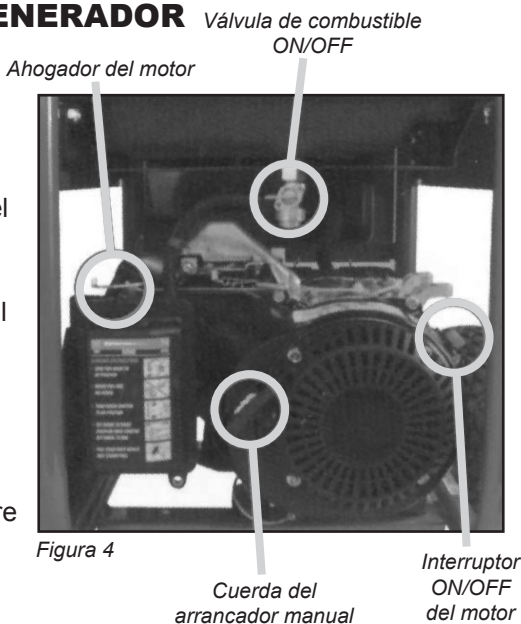

Figura 4
- (a) Coloque la válvula para combustible en la posición ON (encendido) (ver Figura 4).
- (b) Mueva la palanca de control del ahogador totalmente hacia la derecha (ver Figura 4).
- (c) Seleccione la posición ON en el interruptor ON/OFF del motor (ver Figura 4).
- (d) Encienda el generador tirando lentamente de la cuerda del arrancador (ver Figura 4) hasta sentir una resistencia. Luego tire de la cuerda rápidamente para vencer la compresión para arrancar el motor.
- (c) Gire el interruptor ON/OFF del motor a la posición OFF (ver Figura 4).
- (d) Gire la válvula de combustible a la posición OFF (ver Figura 4).